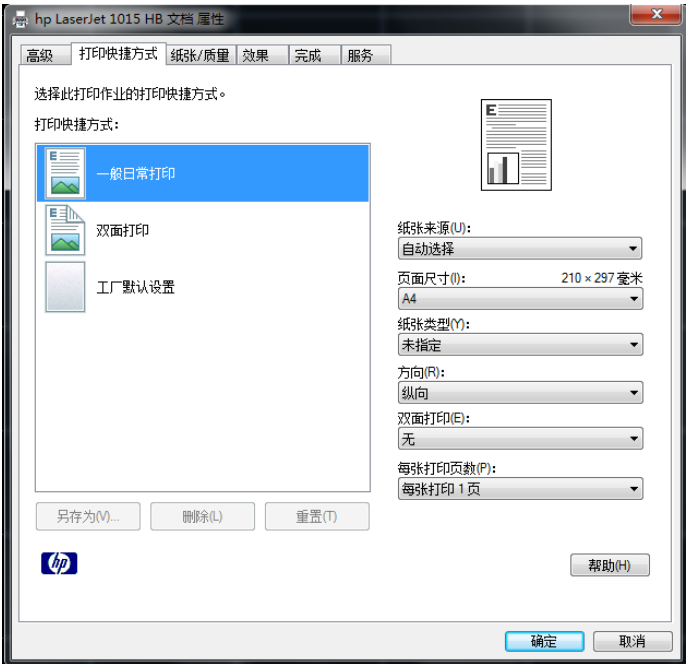

图 3.24 打印属性界面
- 选择相应的打印机，如果需要进行特殊配置，可点击属性进行打印机的体配置，如图 3.24 所示。